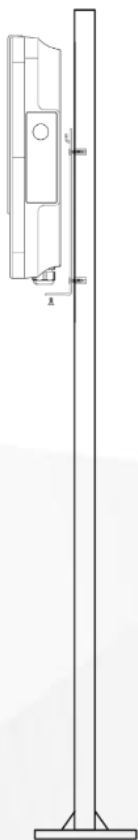

рис. 8.
- b. Используйте монтажный кронштейн и стойку, чтобы разметить монтажное положение, как показано на рис.8.